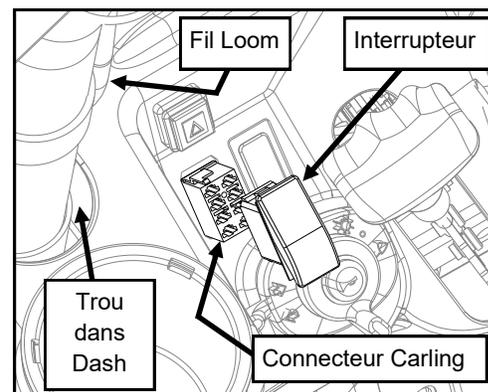

Fig. 2.3A
2.3 Capot ouvert du véhicule. Sous le capot, acheminer le connecteur Carling 8 broches (sur le harnais de câblage fourni) à travers la découpe rectangulaire dans le tableau de bord du véhicule. Branchez le connecteur Carling à l'arrière de l'interrupteur. Passez en tableau de bord. (voir la figure 2.3A).
2.5 Routez la longue section de harnais à travers le trou dans le tableau de bord au tube rops avant latéral du conducteur (voir la figure 2.3A).
2.4 Feed la courte section du harnais à travers le trou dans le tableau de bord au tube rops avant latéral du conducteur (voir la figure 2.3A sur la page précédente) et connectez-vous au bloc de fusible. Voir les instructions d'installation du panneau d'interrupteur pour les emplacements de câblage appropriés.